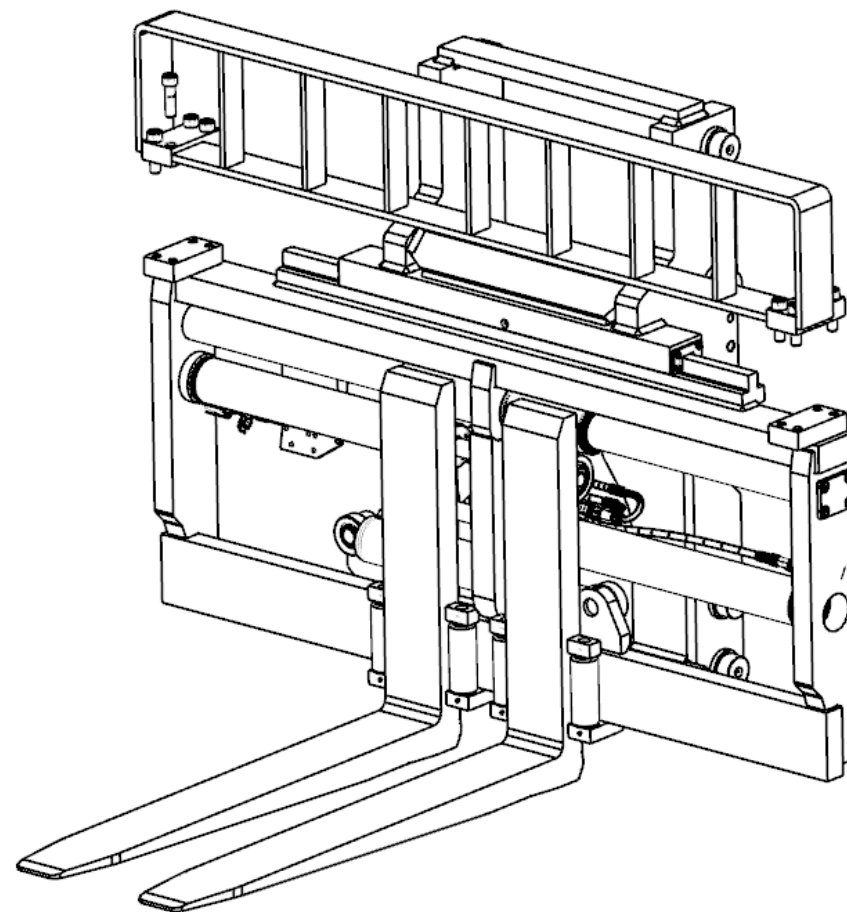

Fig.007
2.4 Montaggio griglia di protezione (Fig.007)